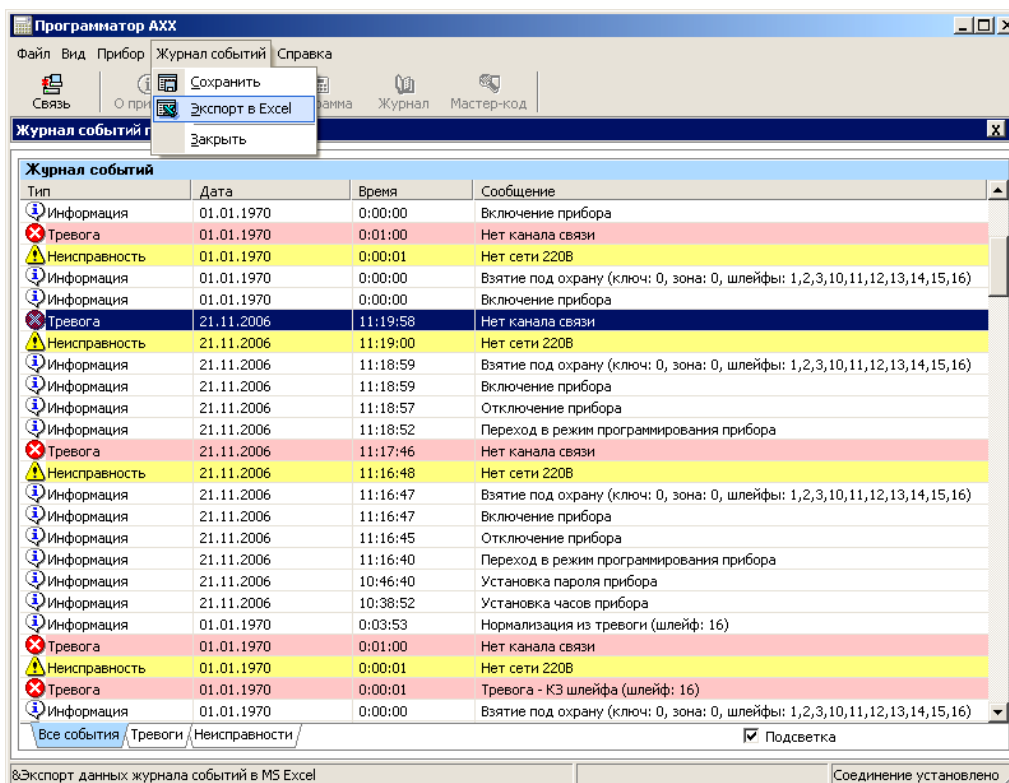

Рисунок 9 – Просмотр журнала событий устройства
2.3.1.5 Сервисная иконка «Журнал». Кликнув на иконку «Журнал» произойдет автоматическое считывание журнала событий прибора, рисунок 9;